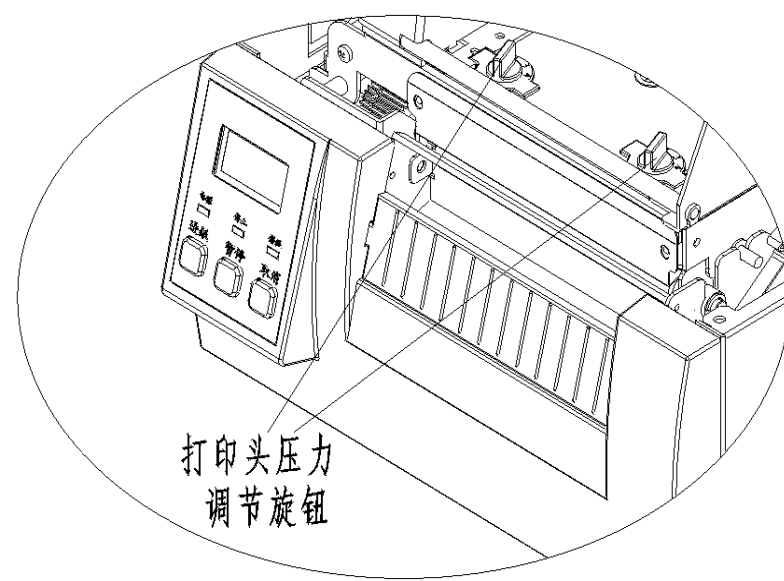

图 6.1-2
- 2) 当整体打印效果浅时，按顺时针方向转动打印头压力调节旋钮，增加一档压力（见图 6.1-2）；